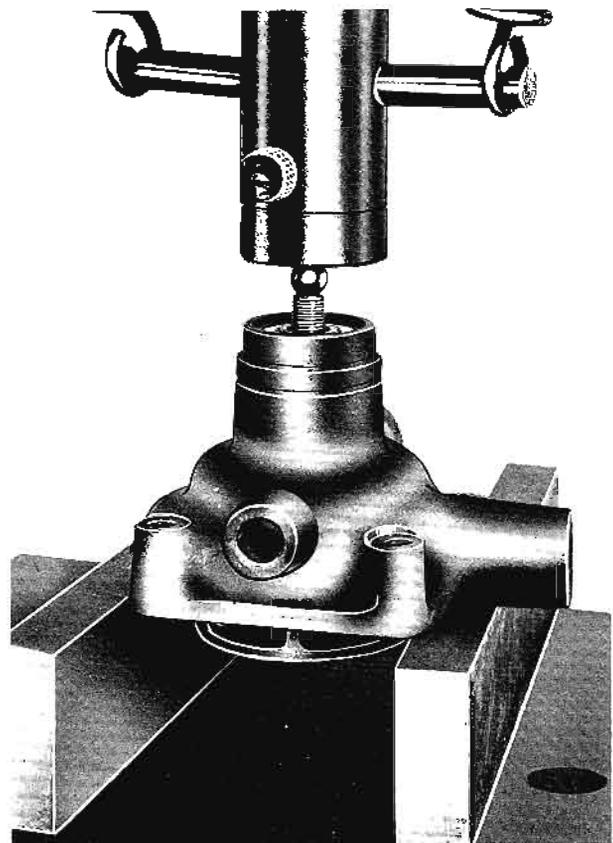

Fig 6
- 2° - Sortir l'arbre de pompe, les roulements et la turbine. Voir la figure 6.
Voir la figure 6.